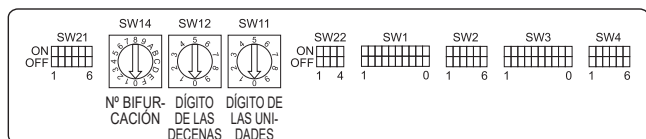

Fig. 4-9
4.5. Configuración de las direcciones (Fig. 4-9)
4.6. Detectar la temperatura ambiente con el sensor integrado en un mando a distancia (Fig. 4-9)
4.7. Cambiar la configuración para techos altos (Fig. 4-9)
4.8. Cambie la configuración para el sensor i-See (Fig. 4-9)
4.9. Cambiar el ajuste para la dirección del flujo de aire horizontal (Fig. 4-9)